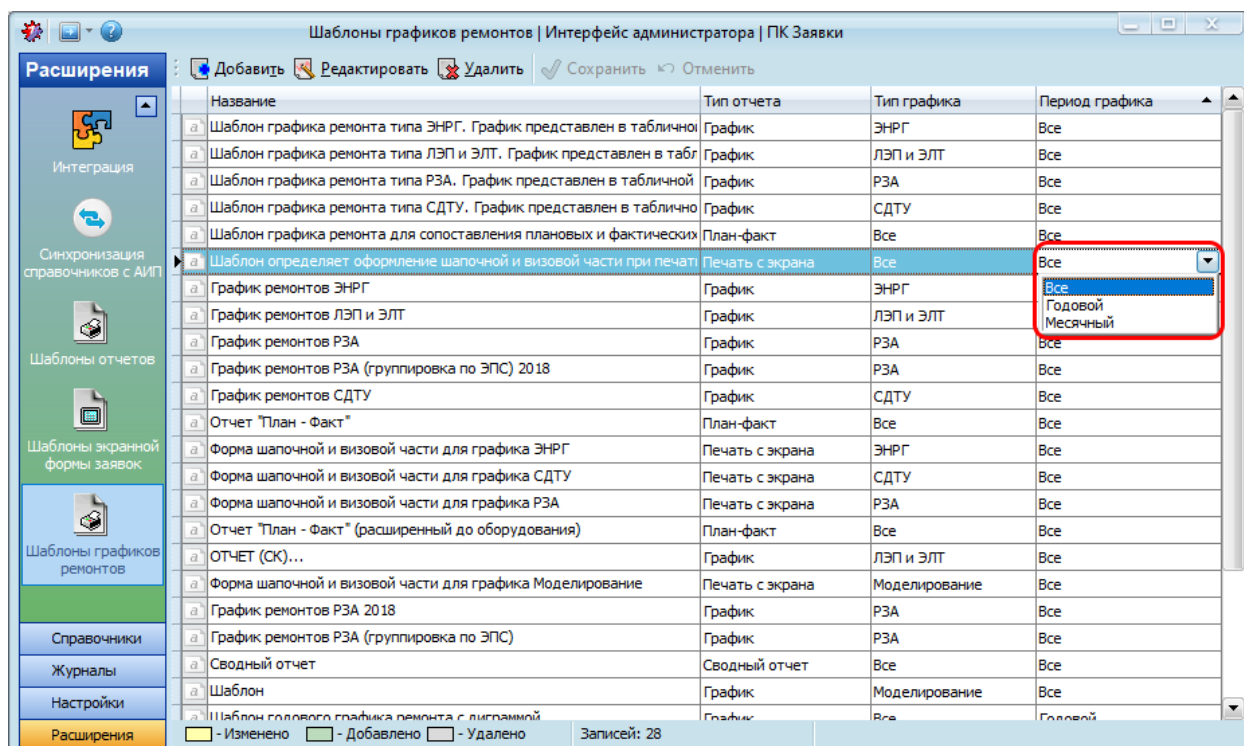

Рисунок 7.31 – Выбор периода графика для шаблона отчета
- в раскрывающемся списке «Период графика» выбрать пункт «ВСЕ» (для любого периода планирования), «Годовой», «Месячный» (Рисунок 7.31).